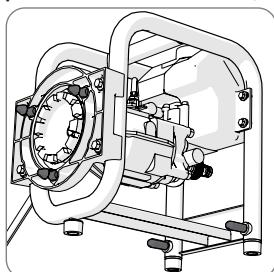

Fig. 11
- Mantenga los 3 pasadores de posicionamiento y los 2 pasadores de estabilización limpios y, ocasionalmente, rocíe una capa con un espray con base de aceite de silicona. (**Fig. 11**)